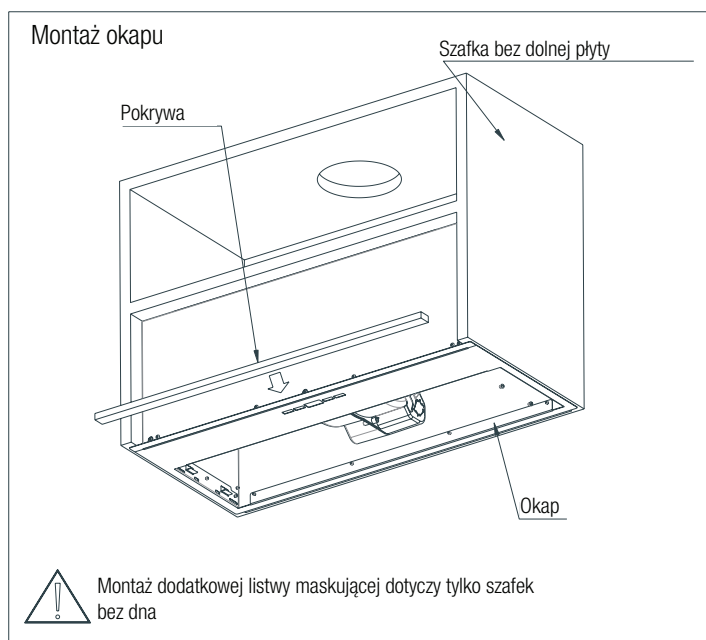

Rys. 10
2. Wyjmij filtry przeciwłuszczowe (rys.10)